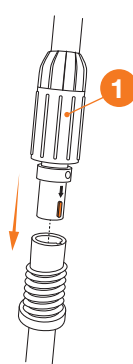

Рис. 4
- Соедините верхнюю часть штанги с нижней по направляющим (Рис. 4).
- Зафиксируйте собранную штангу с помощью крепления ①, закрутив его по часовой стрелке (Рис. 4).